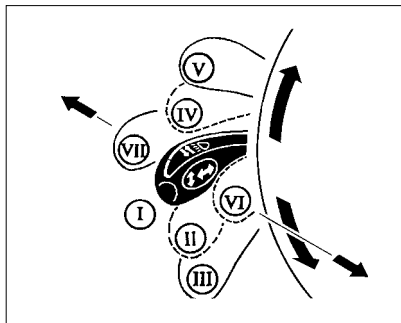

Рис. 35. Переключатель световой сигнализации
**I** (рис. 35) – **нейтральное положение.** Включен ближний свет фар, если переключателем наружного освещения включен свет фар.